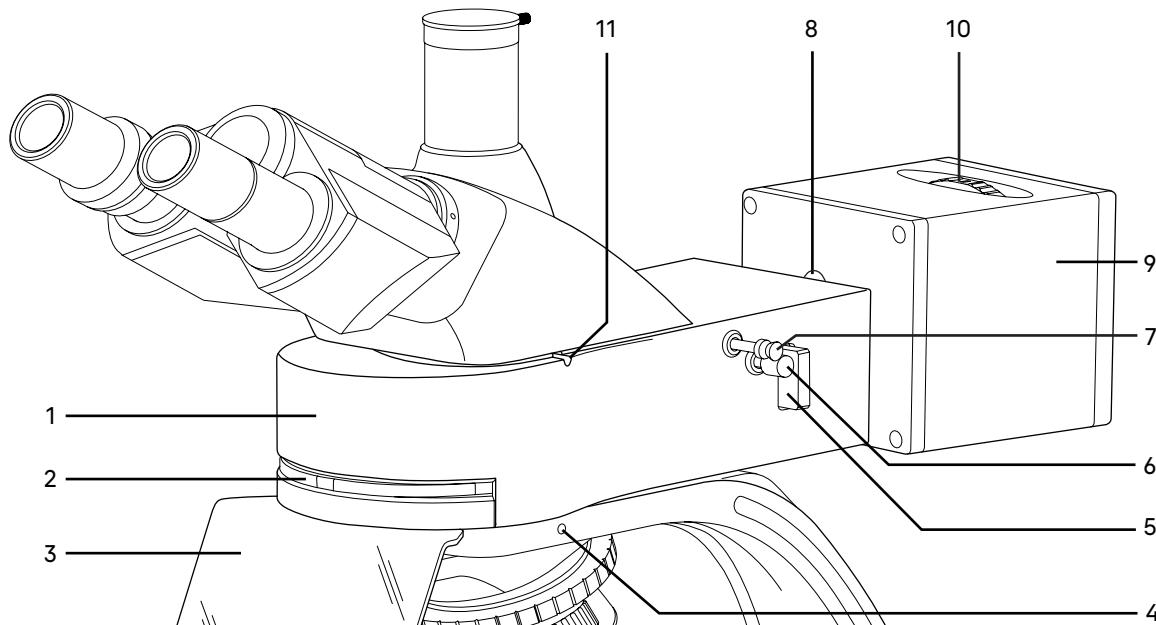

Рис. 4. Люминесцентная насадка
Общий вид люминесцентной насадки представлен на рис. 4.
Корпус люминесцентной насадки 1 (рис. 4) устанавливается в отверстие верхнего фланца штатива и закрепляется винтом 4 (рис. 4).
На корпусе 1 (рис. 4) насадки находится соединительный переходник, посредством которого корпус соединяется с блоком светодиодов. Защитный экран 3 (рис. 4) крепится к корпусу двумя винтами.
Металлическая пластина светового барьера 5 (рис. 4) установлена в паз корпуса насадки. Пластина имеет 3 положения:
В корпусе насадки находится поворотная турель с четырьмя люминесцентными фильтрами. Перемещение турели в корпусе насадки обеспечивается поворотом кольца 2 (рис. 4). Фиксированное положение рукоятки под символом означает включение в ход лучей соответствующего блока.
Кольцо перемещения турели может быть зафиксировано в одном из пяти положений, соответствующем одному из четырех типов фильтров, смонтированных на турели: синий (B), зеленый (G), фиолетовый (V) и ультрафиолетовый (UV) или нейтральное положение (0). Маркировка каждого фильтра соответствует цвету лучей возбуждения и нанесена на кольцо 2 (рис. 4) в виде символа.
В блоке 9 (рис. 4) располагаются источники света возбуждения – светодиоды. Микроскоп укомплектован светодиодами четырех волновых диапазонов свечения: синий (B), зеленый (G), фиолетовый (V) и ультрафиолетовый (UV). Светодиоды установлены в поворотной турели внутри блока. Смена светодиодов осуществляется поворотом кольца 10 (рис. 4). Наименования светодиодов нанесены на лицевой стороне кольца.
Блок крепится на корпус 1 (рис. 4) люминесцентной насадки винтом под ключ шестигранник 8 (рис. 4). В кожухе блока расположен коллектор, который проецирует изображение источника света в выходной зрачок объектива микроскопа.
Установите кольцо перемещения турели люминесцентных блоков **2** (рис. 4) в положение «0».
Установите пластину **5** (рис. 4) в положение «заглушка».